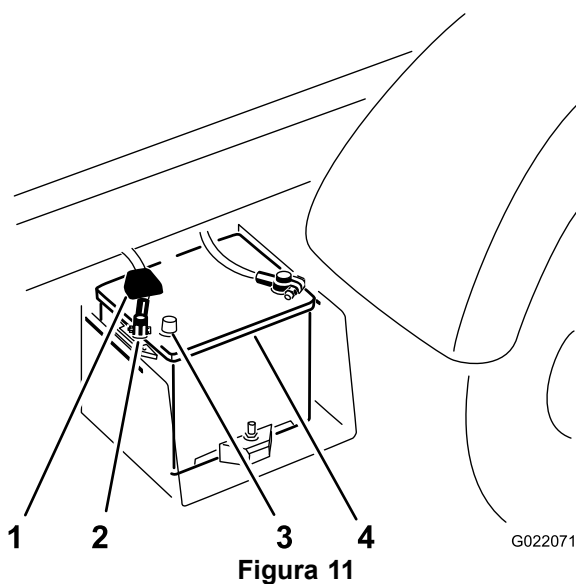

Figura 11
C. Retire el terminal del cable positivo de la batería del borne de la batería (Figura 11).
- A. Conecte el cable positivo a la batería (Figura 11).